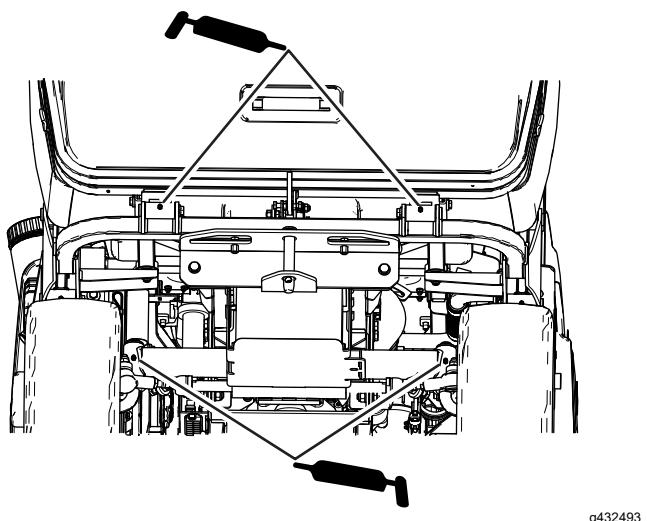

Figura 44
- Pontos de articulação do volante e da tremonha (Figura 44)